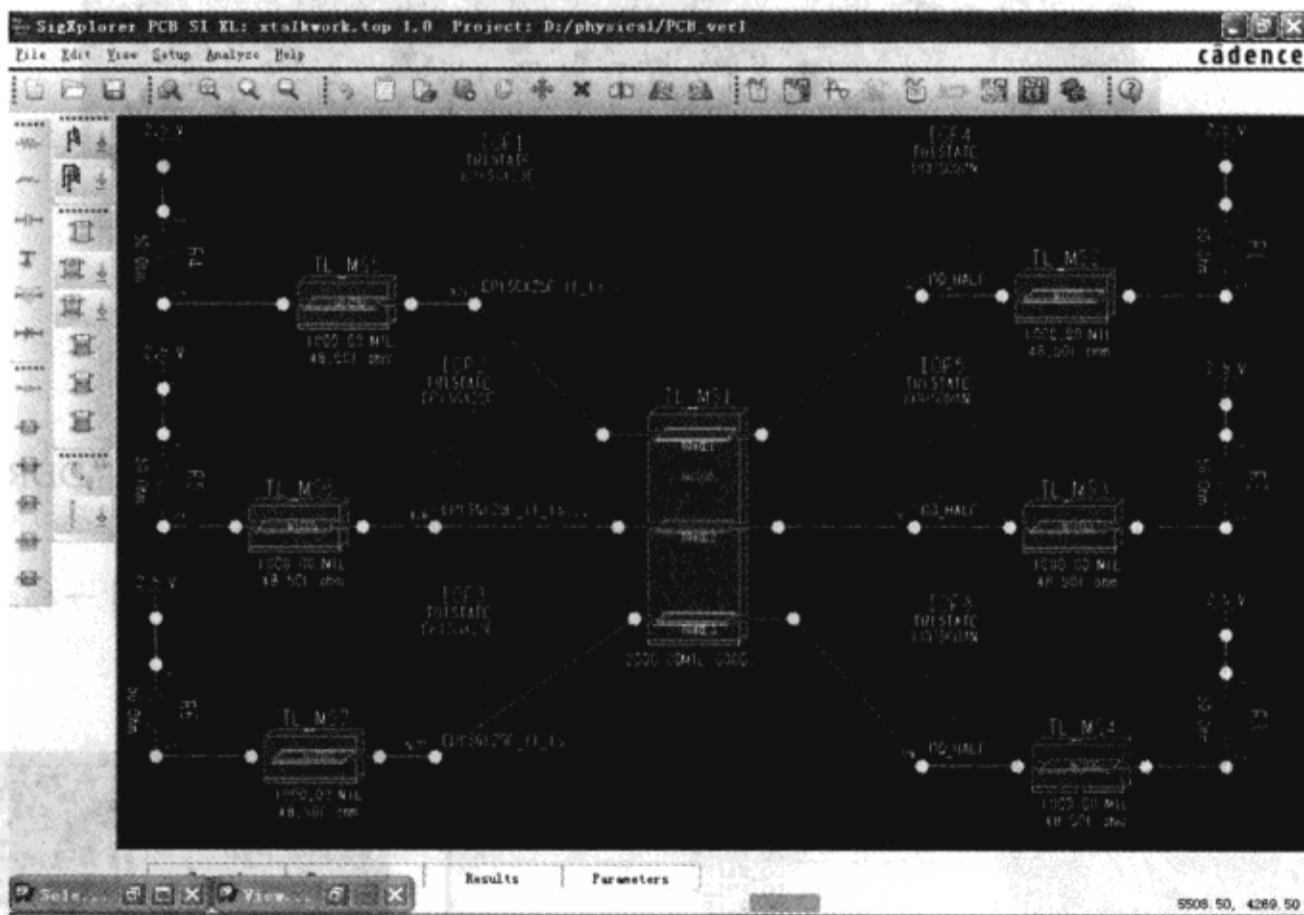

图 3-10-36 调整元件位置
(3) 单击IOCell模型IOP4的标有“62”的点→单击Trace模型MS2的点→单击连接模型TL\_MS1的TRACE1的无连接的点。
(4) 滚动列表选择“51 DQ\_HALF”号引脚，GTL\_IO 模型连接指针→移动指针到工作区间并靠近 TL\_MS3 Trace 模型→单击摆放的 GTL\_IO 模型。
(5) 单击 IOCell 模型 IOP5 的标有“51”的点→单击 Trace 模型 MS3 的点→单击连接模型 TL\_MS1 的 TRACE2 的无连接的点。
(6) 滚动列表选择“56 DQ\_HALF”号引脚，GTL\_IO 模型连接指针→移动指针到工作区间并靠近 TL\_MS4 Trace 模型→单击摆放的 GTL\_IO 模型。
(7) 单击 IOCell 模型 IOP6 的标有“56”的点→单击 Trace 模型 TL\_MS4 的点→单击连接模型 TL\_MS1 的 TRACE3 的无连接的点。
(8) 执行菜单命令“Edit”→“Move”，对工作空间的元件位置进行调整，如图 3-10-36 所示。
(9) 单击“Close”按钮，关闭“Select IBIS Device Pin”对话框。
(10) 单击“OK”按钮，关闭“Add Element Browser”对话框。
(11) 在 SigXplorer 窗口执行菜单命令“File”→“Save”，保存拓扑。